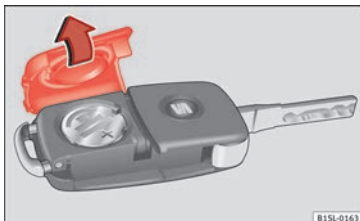

Fig. 99 Clé du véhicule : couvercle du compartiment de la pile.
- Retirez le couvercle de la partie arrière de la clé du véhicule » **fig. 99** dans le sens de la flèche » ①.
- Placez le couvercle sur le boîtier de la clé du véhicule et appuyez comme indiqué » **fig. 99**, dans le sens contraire de la flèche, jusqu'à ce qu'il s'encastre.